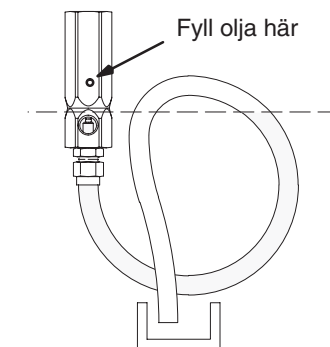

Fig. 1
- För lufthärdande material görs en ögla på utloppsledningen som fylls med lämplig olja så att ledningen inte sätts igen efter tryckavlastning. Se Fig. 1. Anslut inte utloppsledningen till matningstanken då materialet kan förorenas av oljan. Fyll också i lämplig olja i luftningshålet i locket så att inte nålen/sätet sätts igen om vätska skulle läcka.